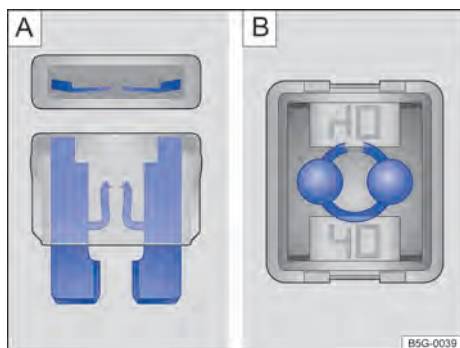

Fig. 197 Fusível queimado: [A] fusível plano, [B] fusível de bloqueio.
- Um *fusível plano* (ATO®, MINI®) queimado é reconhecido de cima ou de lado pela carcaça transparente nas faixas metálicas derretidas → Fig. 197 [A].
- Um *fusível de bloqueio* (JCASE®) queimado é reconhecido pelas faixas metálicas derretidas por cima da carcaça transparente → Fig. 197 [B].